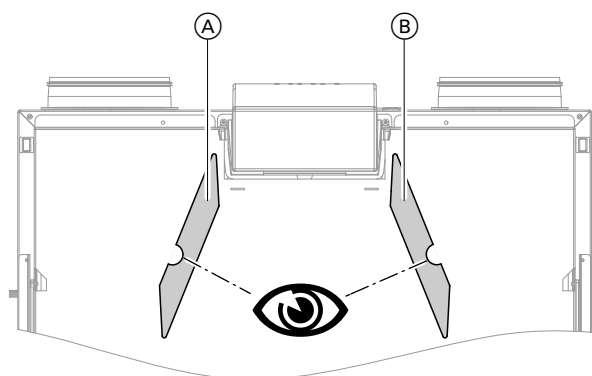

Fig. 62
3. Introduceți noul filtru în aparat. Respectați aici poziția de montaj: consultați fig. 62.